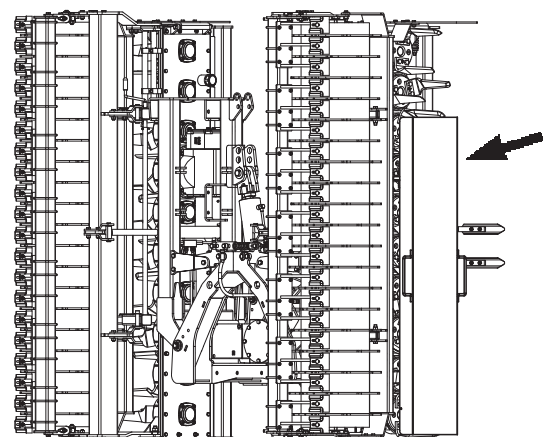

FIG. 24 Messerschutz
- Messerschutz für Maschine in Arbeitsstellung (Fig. 24)